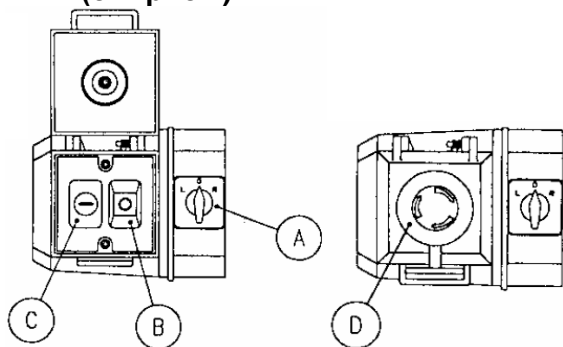

Рис. 5
- (а) Прежде чем запустить станок, выберете направление вращения шпинделя, повернув выключатель (А) направо/по часовой стрелке, налево/против часовой стрелки (рис.5)
- (г) В случае аварии нажмите кнопку (D), чтобы остановить работу машины. После